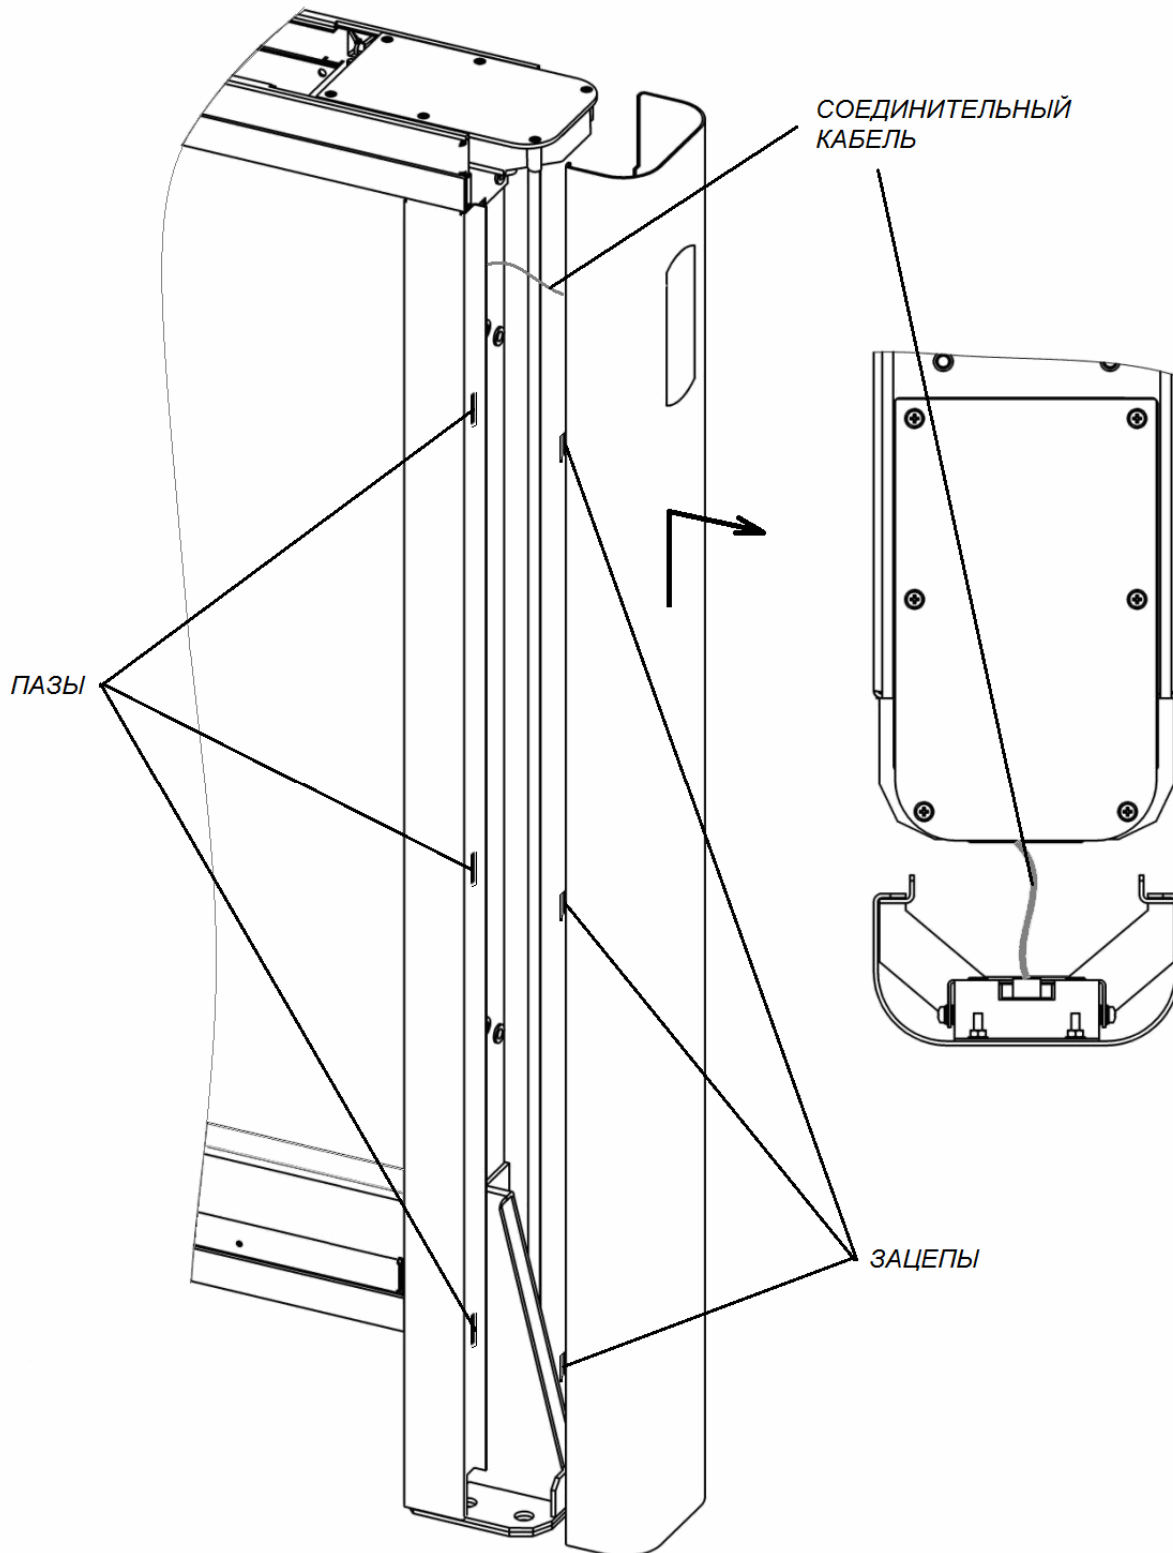

Рисунок 20. Снятие передней панели боковой стойки
Для снятия передней панели боковой стойки (8) – сдвиньте ее вдоль стойки вверх и затем на себя, выводя зацепы панели из пазов в боковой стойке (см. рис. 20). Осторожно, не повредите соединительный кабель! Отсоедините разъем соединительного кабеля от платы блока индикации.